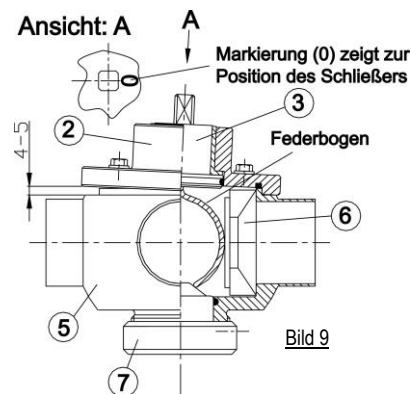

Bild 9
- Einsetzen der Lagerbuchse (9) in den Ventildeckel (2).
- Einsetzen der O-Ringe (4), (8) und (10).
- Zusammenfügen der Ventilspindel mit Federbogen (3) und des Ventildeckels (2). Die Markierung (0) am Vierkant der Ventilspindel (3) beachten → zeigt die Position des Schließers (6) an (siehe Bild 9).
- Einsetzen des Schließers (6) in den Ventilkörper (5).
- Montage der Ventilspindel mit Federbogen (3) zusammen mit dem Ventildeckel (2) an den Ventilkörper (5) wie folgt:
- Der Federbogen der Ventilspindel (3) ist so ausgelegt, dass er auf den Schließer (6) bei der Montage einen definierten Druck ausübt. Hierbei steht der Ventildeckel (2) aufgrund der Federvorspannungscharakteristik auf der gegenüberliegenden Seite des Schließers ca. 4-5mm vom Ventilkörper (5) nach oben ab (siehe Bild 9).
- Um den Schließer (6) nicht zu beschädigen, darf er beim Einbau in den Ventilkörper (5) nicht gegen einen Ventilausgang gesetzt werden, sondern muss zur Rückwand zeigen.**
- Fixieren des Handhebels (1) in seiner gewünschten Position.